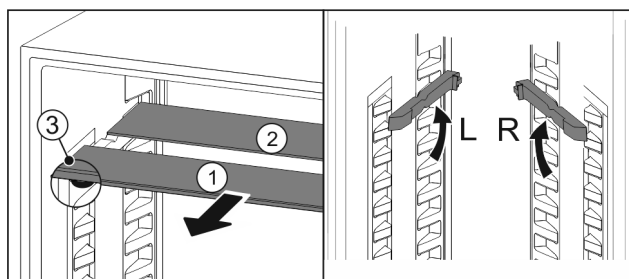

Fig. 85
- ▶ Sortir les tablettes par l'avant Fig. 85 (1).
- ▶ La tablette en verre Fig. 85 (1) avec bordure décorative est située à l'avant.
- ▶ Les butées Fig. 85 (3) sont orientées vers le bas. Appareil avec compartiment congélateur :\*